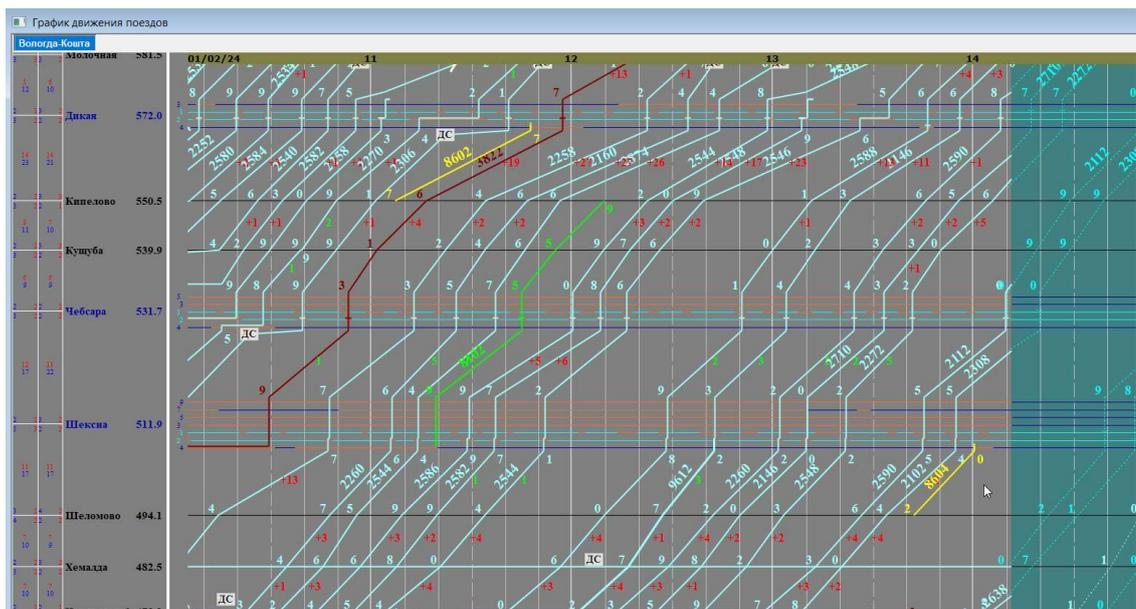

Рис.47. Применен отбор отображаемых ниток - чётные
- пассажирские, грузовые, пригородные, прочие, нити без номера. Из них: четные, нечетные (см. рис. 47, 48), неидентифицированные, только длинносоставные, только тяжеловесные, только негабаритные, только разрядные (ВМ)